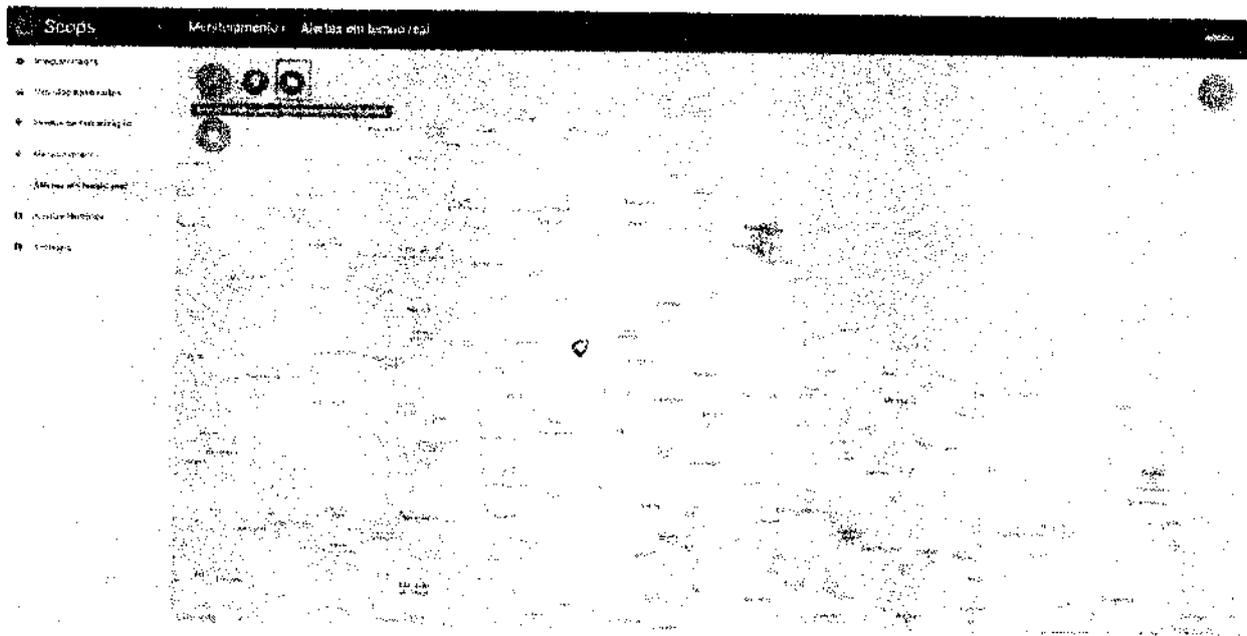

Figura 21 – Apresentar ou remover pontos de fiscalização com vídeo monitoramento disponível
3. Apresentar e/ou remover pontos de fiscalização com vídeo monitoramento disponível do mapa (Figura 21).